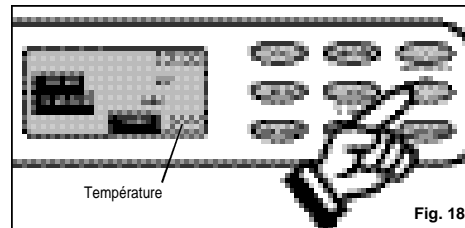

Fig. 18
- 3) Appuyez sur la touche appropriée Δ ou ∇ pour régler la température de déshumidification entre 10°C (50°F) et 30°C (88°F). Fig. 18. La lampe **verte** s'allume pour indiquer que le mode de déshumidification fonctionne (il peut se produire un bref délai de 10 à 30 secondes avant le début du cycle, ceci est normal).